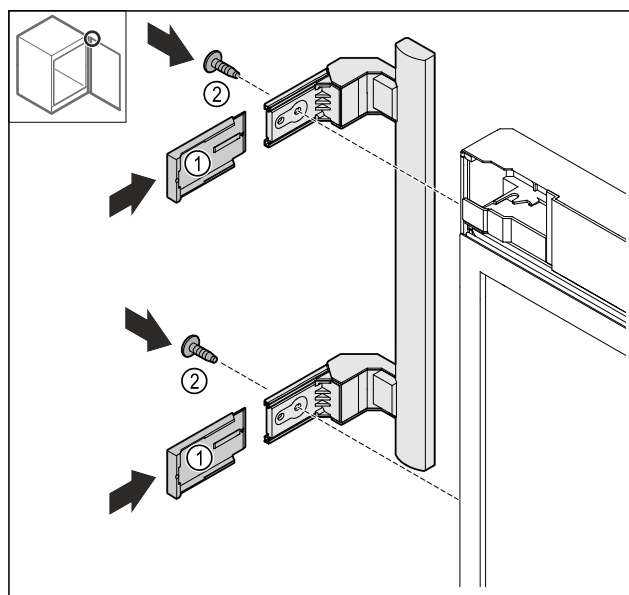

Fig. 26
- Abrir las cubiertas Fig. 26 (1) empujando.